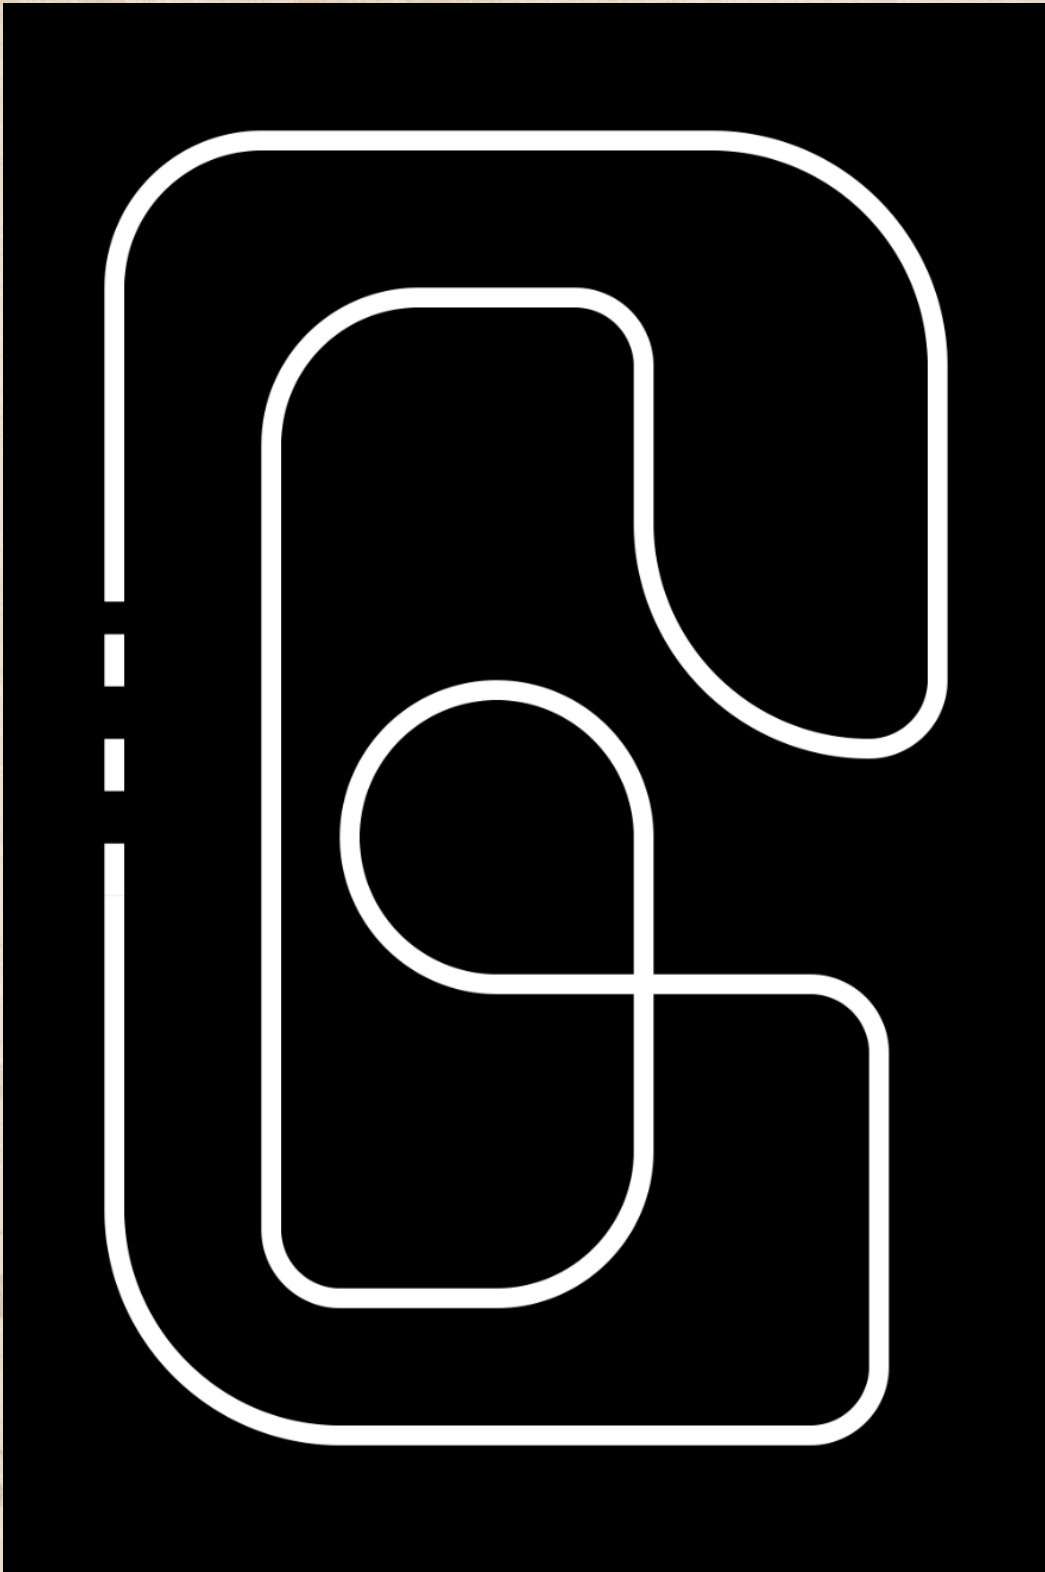

Figura 2. Distribución de la cancha
- Las líneas serán de color blanco mate, pintadas con pintura comercial blanca mate a base de aceite, con un ancho constante de ≈ 19 mm. La forma exacta de la pista está representada en la Figura 2 proporcionada en este documento, y no se aceptarán modificaciones en dicha configuración.